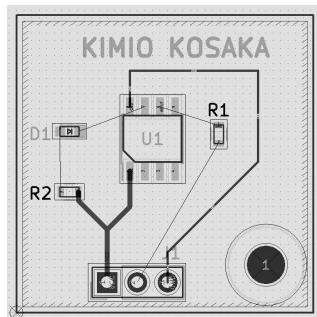

図 10-20
#### (17) GND, VCC 他の手動配線 右図 10-20
- ① グリッドを 0.6350mm(25.00 mils) にします。
- ② 上ツールバーの [配線: O.xxx] プルダウンメニューで 線幅 0.2mm を選択し GND を手動配線します。このとき,
- ③ 線幅 0.4mm で VCC を手動配線します。
- ④ 最短距離で配線したい信号線があれば手動配線します。